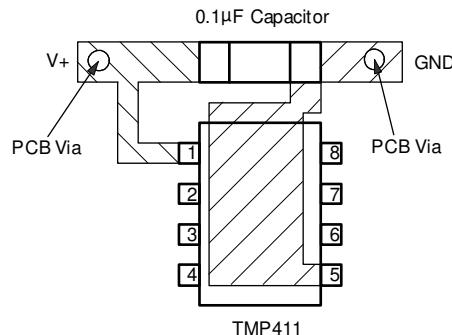

図 9-11. 推奨されるバイパス コンデンサの配置
- 図 9-11 に示すように、TMP411/TMP411D の V+ ピンと GND ピンの間には、 $0.1\mu\text{F}$ ローカルバイパスコンデンサを直接接続します。最適な測定性能を得るために、D+ と D- の間のフィルタ容量を 1000pF 以下の最小限に抑えます。この容量には、リモート温度センサと TMP411/TMP411D の間のケーブル容量も含まれます。